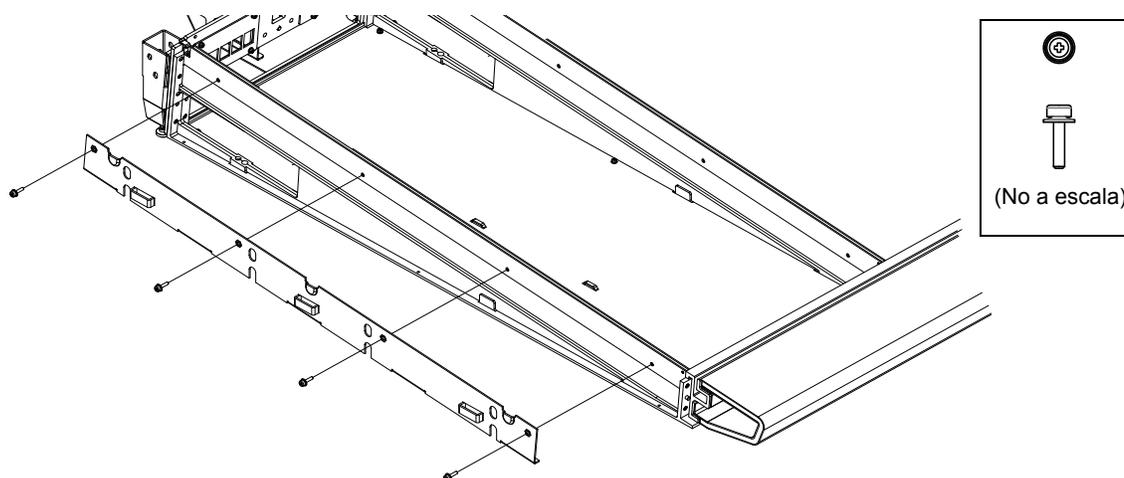

Figura 30. Fijación de las placas de montaje del panel lateral izquierdo
- 2 Fija la placa de montaje izquierda al lado izquierdo de la estructura con los tornillos Phillips redondos, asegurándote de orientar los soportes correctamente, como se muestra en la Figura 30.